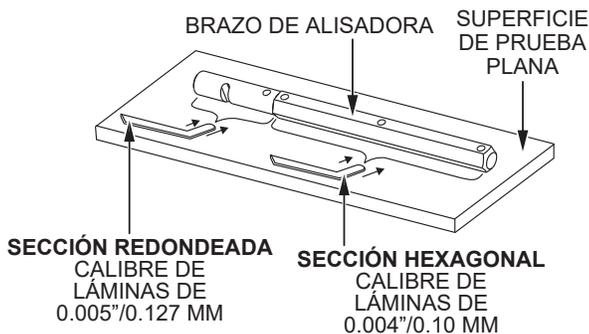

Figura 66. Inspección de los brazos de la alisadora
1. Coloque el brazo de la alisadora sobre una plancha de acero, losa de granito o cualquier otra superficie gruesa que esté **nivelada y plana** (Figura 66).
2. Compruebe cada uno de los seis lados de la sección hexagonal del brazo de la alisadora (Figura 66). Un calibre de láminas de 0.004" (0.10 mm) no debe pasar entre la superficie plana del brazo de la alisadora y la superficie de prueba a lo largo de la superficie de prueba.
3. A medida que la sección hexagonal plana se apoya sobre la superficie de prueba, use un calibre de láminas de 0.005" (0.127 mm) para comprobar la holgura entre la sección del eje redondeado y la superficie de prueba. Gire el brazo a cada una de las secciones hexagonales planas y compruebe la holgura entre el eje redondeado y la superficie de prueba. La holgura entre el eje redondeado y la superficie de prueba deben ser idénticas para cada sección hexagonal. Vea la Figura 66.